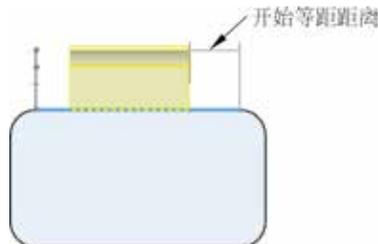

图 5.39 结束等距距离
-  (结束等距距离) 按钮: 用于设置斜接法兰结束位置与路径端点之间的间距, 如图 5.39 所示。